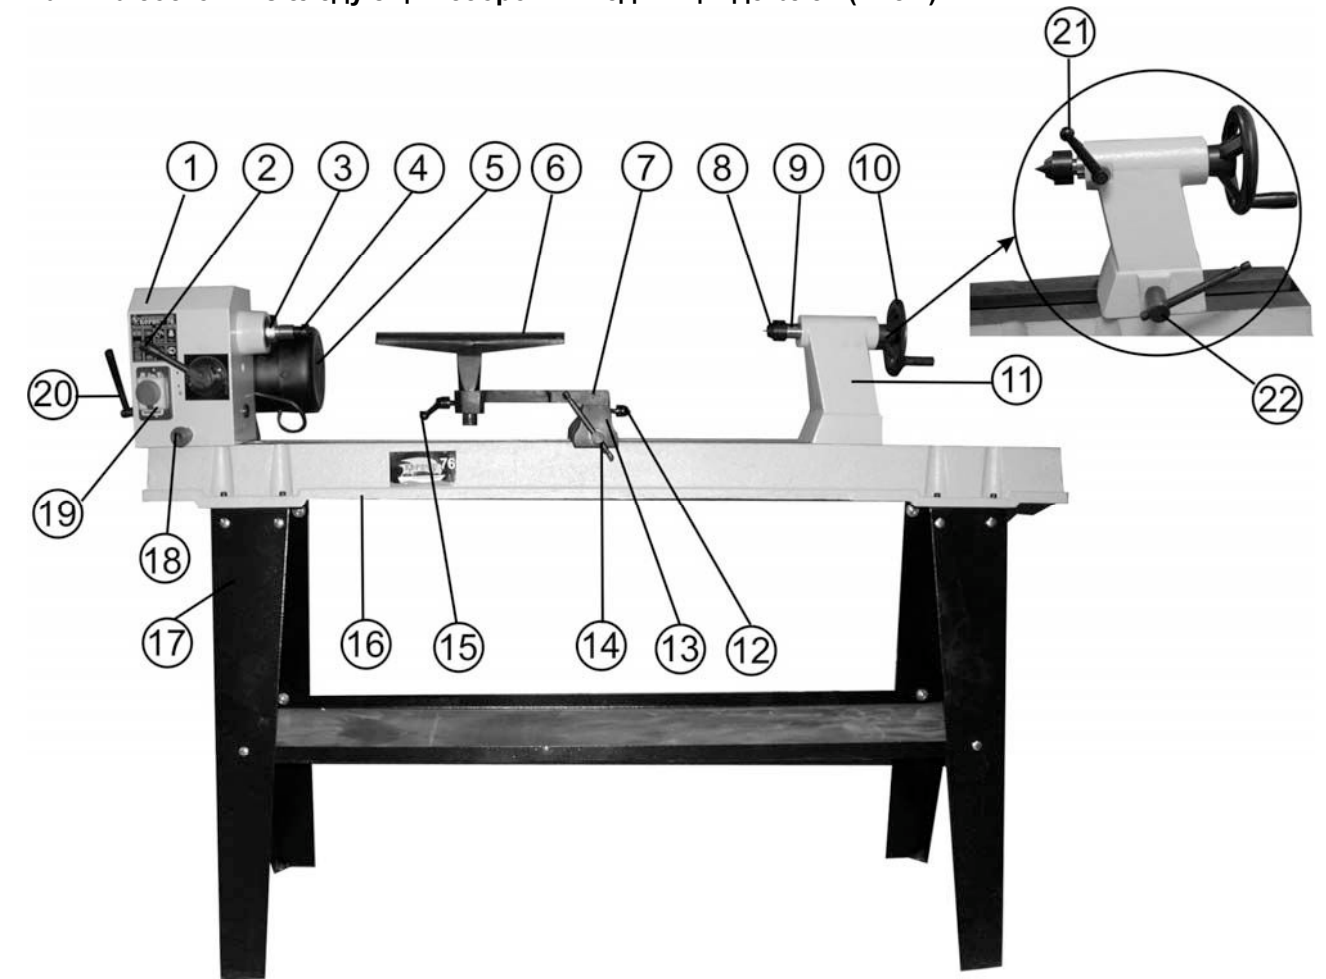

Рис.2
7.1. Машина состоит из следующих сборочных единиц и деталей (Рис.2):
8.4.3. Вставьте центр задней бабки (8) в конусное отверстие пиноли (9), Рис.2.
8.4.4. Для снятия центра задней бабки (8) поверните маховик задней бабки (10) против часовой стрелки при нахождении пиноли в крайнем заднем положении, Рис. 2.